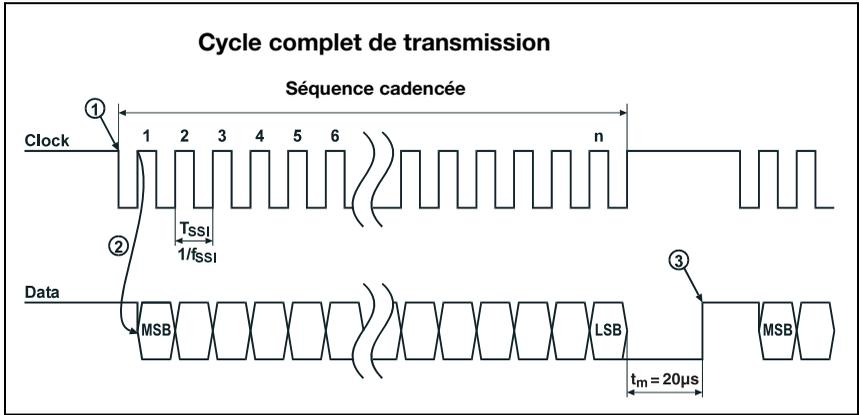

Figure 10.1 : Déroulement de la transmission de données SSI
À l'état de repos, la ligne d'horloge tout comme celle de transmission des données sont de niveau HIGH. Lors du premier flanc HIGH-LOW (point ① sur la figure 10.1), les données du registre interne sont mémorisées. Cela garantit que les données ne changent plus pendant la transmission série de la valeur.
Lors du passage suivant du signal d'horloge du niveau LOW au niveau HIGH (point ② sur la figure 10.1), la transmission de la valeur de position commence avec le bit de poids fort (MSB). Lors de chaque changement du signal d'horloge de LOW à HIGH, le bit suivant (poids décroissant) est envoyé sur la ligne de transmission des données. Une fois le bit de poids le plus faible (LSB) émis, la ligne de transmission des données passe au niveau LOW (fin de transmission) avec le dernier passage du signal d'horloge du niveau LOW au niveau HIGH.
Une bascule monostable redéclenchée par le signal d'horloge impose d'attendre avant que l'interface SSI puisse être appelée pour la prochaine transmission. Il en résulte aussi un temps de pause minimal entre deux séquences consécutives. Une fois le temps $t_m = 20\mu\text{s}$ écoulé, la ligne de transmission des données repasse au niveau de repos (HIGH) (point ③ sur la figure 10.1), ce qui signale que l'échange de données est complètement terminé et que le système est à nouveau prêt à émettre.